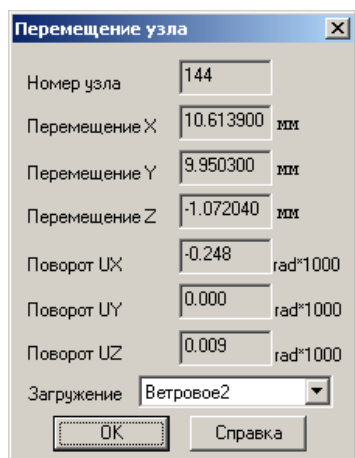

Рис.4.4.8. Окно диалога **Перемещение узла**
- В открывшемся окне диалога **Перемещение узла** (рис. 4.4.8) выполните следующие действия: